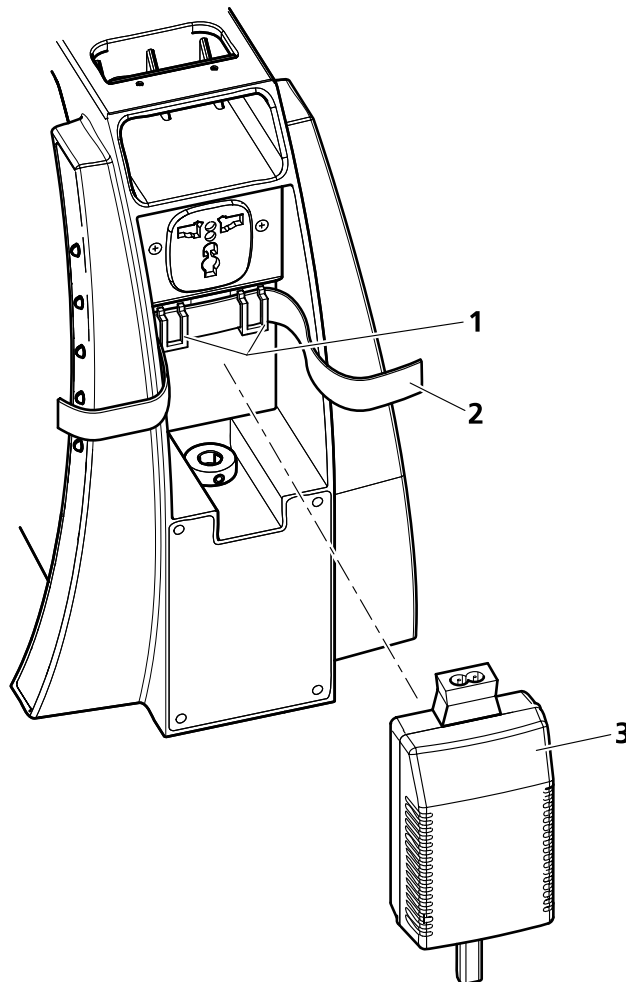

**Figura 5 Colocar o microscópio em serviço**
- Retirar o adaptador de alimentação (Figura 5/2) de seu alojamento, disposto no lado posterior do estativo do microscópio.
- Caso necessário, substituir o adaptador de conexão à rede instalado por um adaptador usual no país, que também é fornecido (Figura 5/4). Para isso, remover o adaptador existente e conectar o adaptador desejado.
- Para utilizar o Primo Star iLED com módulo de luz refletida para fluorescência, este mesmo deverá ser montado previamente (vide item 3.1.2)
- alimentação por acumuladores, proceder conforme o item 3.1.3, de contrário ligar o adaptador de alimentação à uma tomada de corrente de rede.
- Se, por razões de espaço, não for possível inserir o adaptador de alimentação na tomada, poderá substituir-se o adaptador de conexão à rede pelo adaptador IEC fornecido (Figura 5/3). Agora, o adaptador de alimentação pode ser deitado e conectado à rede elétrica, através de um cabo para aparelhos típico do país.
- Ligar o microscópio mediante o botão giratório (Figura 5/5) e ajustar a intensidade de iluminação desejada.